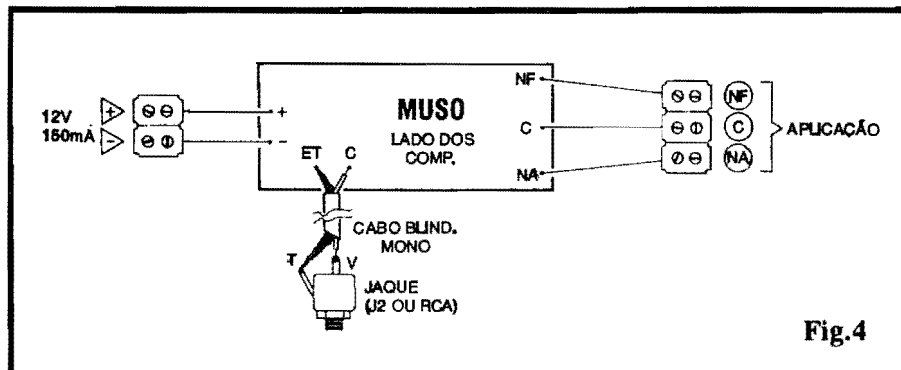

Fig.4
- **FIG. 4 - CONEXÕES EXTERNAS À PLACA** - Para não "atrapalhar" as visualizações, agora os componentes sobre a placa (vistos na figura anterior, em detalhes...) foram devidamente "invisibilizados"... A ênfase reside agora nas conexões periféricas ou externas, resumidas na cabagem e terminais de alimentação, aplicação e ligação aos sensores... Observar a codificação adotada para as ilhas existentes junto às bordas da placa, cuidando para que não ocorram inversões nas ligações, polaridade da alimentação, identificação dos terminais de saída para a aplicação e - principalmente - as conexões por cabo blindado ao jaque mono (tipo J2) destinado à recepção do plugue que ter-